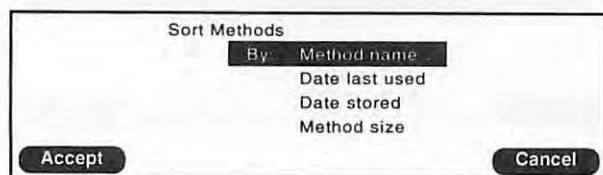

Fig. 3-4 クライテリアスクリーン
1. メソッドファイル選択スクリーン(Fig. 3-2)から **F4** -Sortを押すと、クライテリアスクリーン(Fig. 3-4)が表示されます。